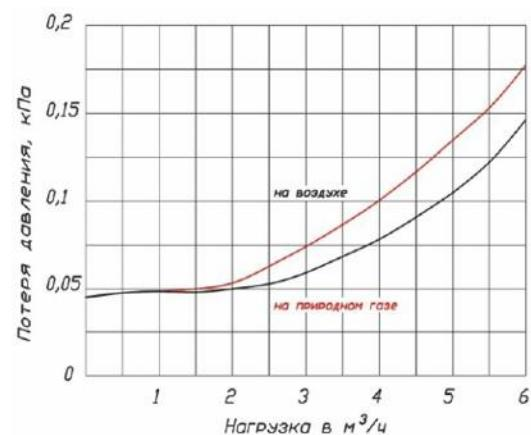

Рисунок 2. График потери давления
- Потеря давления при расходе Q_{\max} : не более 200 Па (см. рисунок 2).